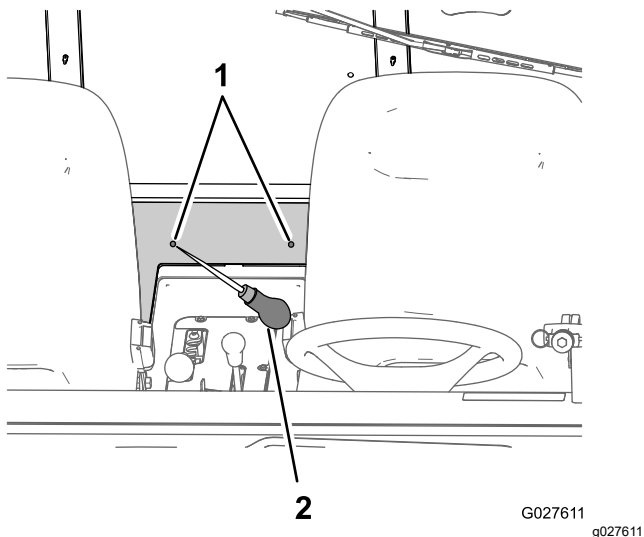

Рисунок 17
4. С помощью шила или пробойника пробейте сквозные отверстия в панели внутренней обшивки из вспененного материала (Рисунок 17) в местах, расположение которых было определено при выполнении пункта 3.